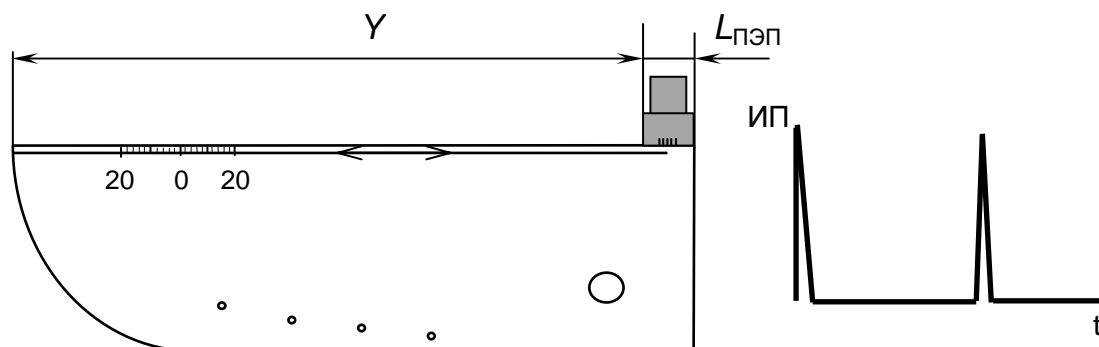

Рисунок 7.10
- б) установить ПЭП на поверхность образца СО-ЗР (СО-2) со стороны шкалы " α° " так, чтобы задняя грань ПЭП располагалась у правой боковой поверхности образца (рисунок 7.10). При этом на поверхности образца в пределах расстояния Y контактирующая жидкость должна отсутствовать;